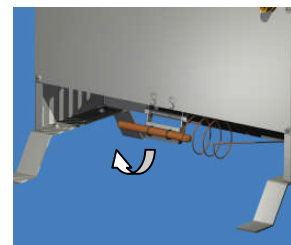

Abbildung 2
2. Den an der Unterkante der Rückwand angebrachten Temperaturfühler nach außen klappen, um die Temperatur außerhalb des Gerätes abzunehmen (**siehe Abbildung 2**).